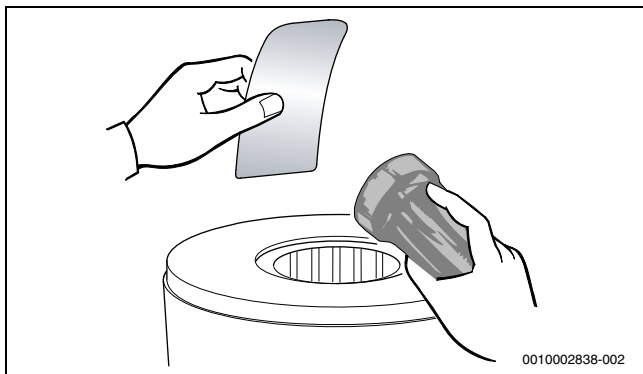

Bild 144 Wärmeblock auf Rückstände prüfen
- ▶ Wärmeblock erneut auf Rückstände prüfen (→ Bild 144).